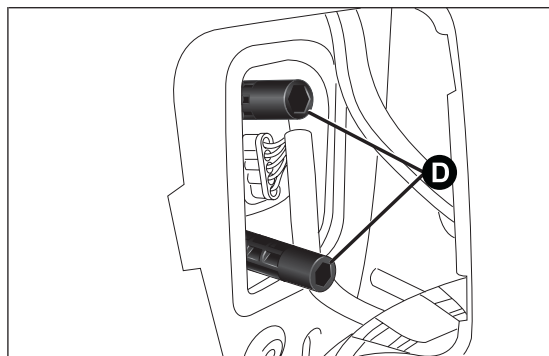

fig. 171
- ☐ mediante la chiave a brugola A svitare i dispositivi di fissaggio D fig. 171 del gruppo ottico posteriore;